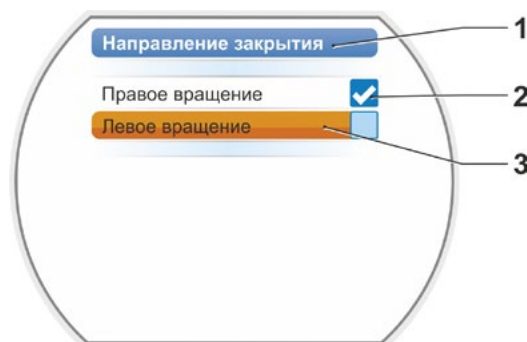

Рис. 2: Меню „Направление закрытия“
3. Если показанное значение нужно изменить, то установите оранжевую полосу на значение параметра и нажмите кнопку Drive Controller. Появится меню „Направление закрытия“. Текущее значение отмечено „галочкой“  (рис. 2, поз. 2).